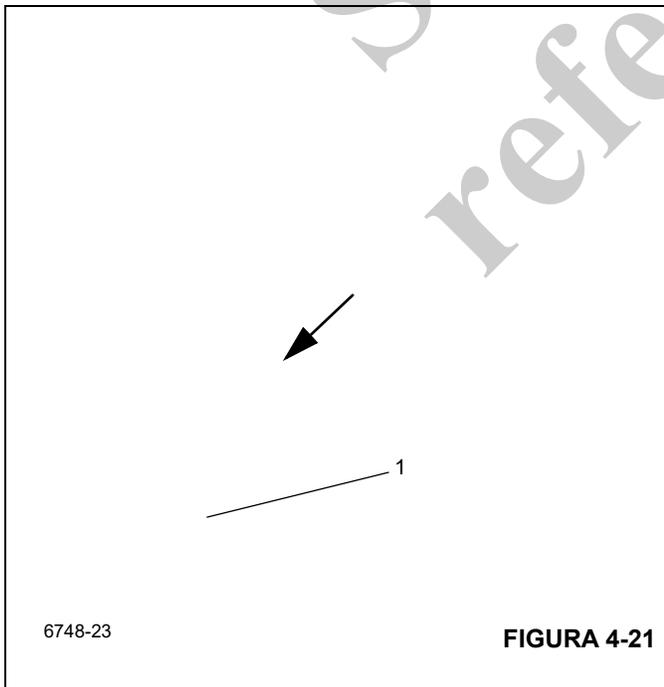

FIGURA 4-21
4. En la parte delantera inferior de la sección central interior, saque los pernos que fijan las placas de anclaje del cable de retracción de la sección de extremo (1), (Figura 4-21). Retire las contratuercas de cables y retire las placas de anclaje de los cables.